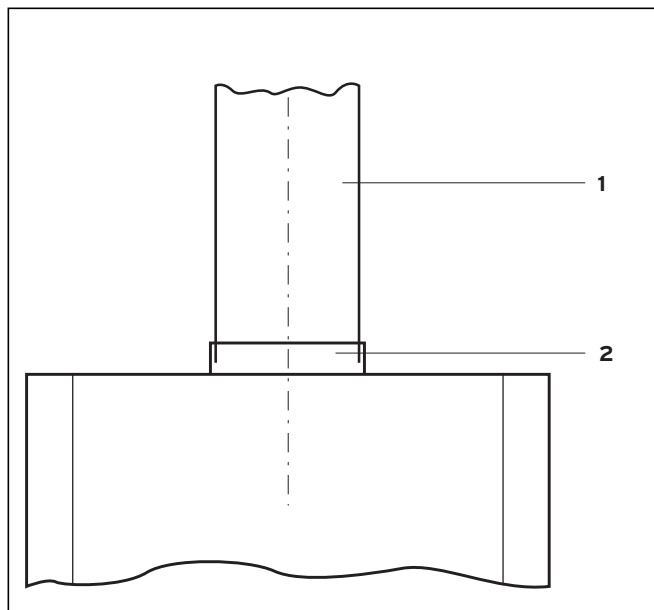

Fig. 5.1 Raccordement de l'évacuation des produits de combustion
- Enfoncez le conduit d'évacuation des produits de combustion (1) sur le raccordement d'évacuation des gaz de combustion (2) au niveau du coupe tirage, cf. fig. 5.1 Raccordement du conduit d'évacuation des produits de combustion.